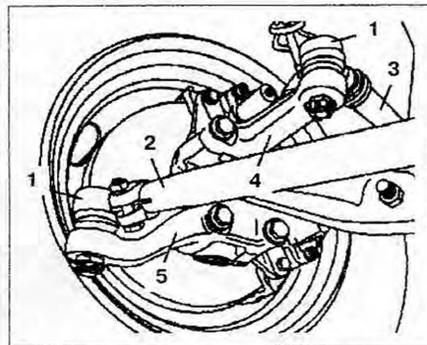

Рис. 1.29. Проверка деталей рулевого механизма:
2. Проверьте визуально рулевые тяги и шаровые опоры 1 на отсутствие повреждений и правильность крепления (рис. 1.29). Проверьте биение шаровых опор путем надавливания и толкания их в разные стороны рукой. Если биение больше допустимого, необходимо их заменить.